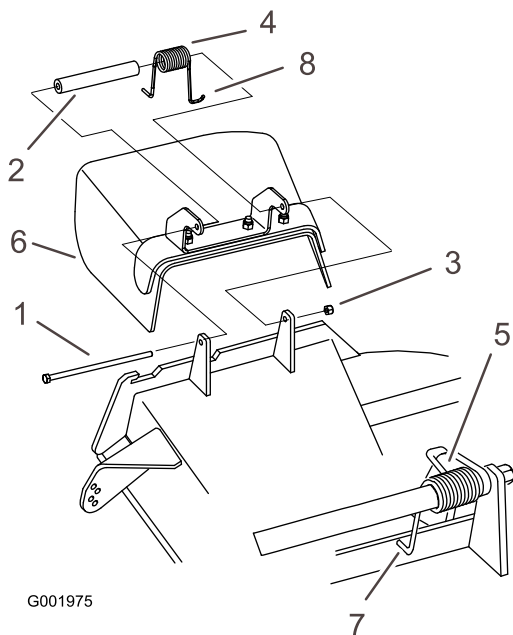

Рисунок 60
1. Снимите контргайку, болт, пружину и проставку, удерживающие отражатель на кронштейнах оси поворота (Рисунок 60).
прежде чем устанавливать болт, как показано на Рисунок 60.
3. Установите болт и гайку. Прикрепите один Г-образный зацеп пружины к отражателю травы (Рисунок 60).